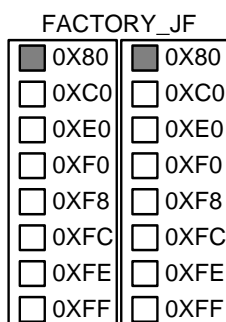

図 8 : DCM FACTORY_JF 設定の修正ブロック
- 図 8 に示すように、FACTORY_JF DCM 属性の設定で 2 つの 0X80 オプションをオンにします。